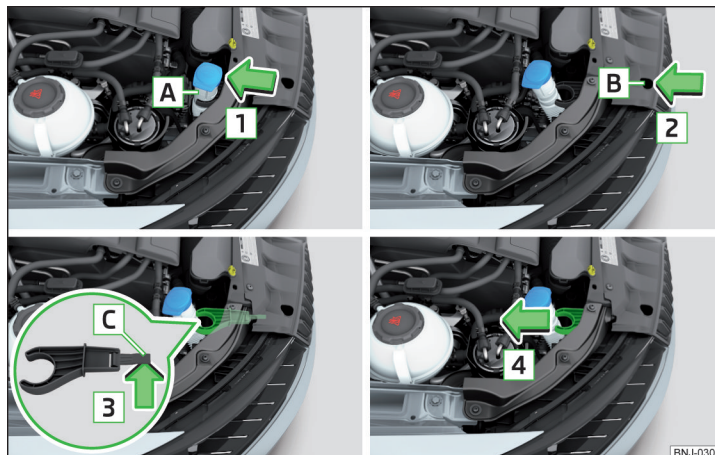

Abb. 302 Halterung des Waschwasserbehälterstutzens abnehmen
- › Den Behälterstutzen **A** aus der Halterung in Pfeilrichtung **1** lösen » Abb. 302.
- › Die Halterung des Behälterstutzens entgegen der Pfeilrichtung **4** einschieben » Abb. 302.